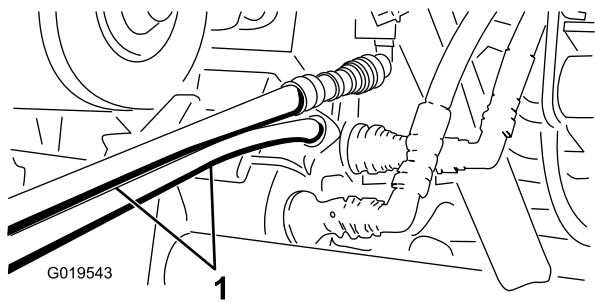

Figure 85
5. Sur l'autre machine, branchez les 2 flexibles au coupleur se trouvant encore dans le support (branchez le flexible supérieur au coupleur supérieur et le flexible inférieur au coupleur inférieur) (Figure 85).